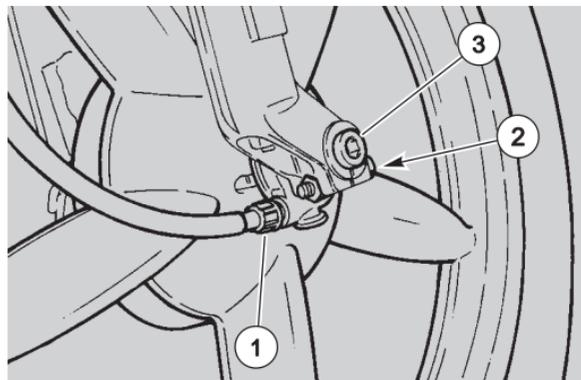

Abb. 32
- ◆ Den Kilometerzählerseilanschluß abschrauben (1-Abb. 32).
- ◆ Die Schraube auf der Gabel (2-Abb. 32) abschrauben.
- ◆ Den Zapfen abschrauben und ablegen (3-Abb. 32).
- ◆ Radzapfen (3-Abb. 32) aufstecken und festschrauben, Gabel einige Male kräftig durchfedern, um eine Verspannung der Gabelholme zu vermeiden, dann die Achsschraube festziehen (2-Abb. 32).
- ◆ Den Kilometerzähleranschluß (1-Abb. 32) festziehen und auf Funktion prüfen.